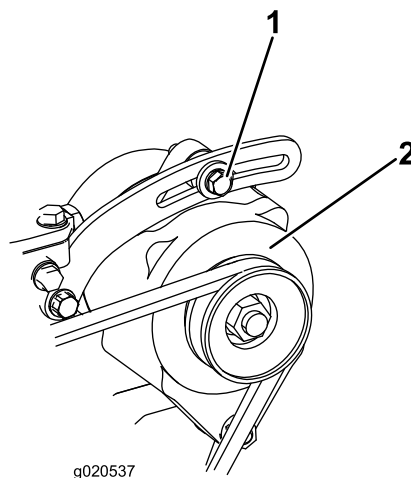

Figura 78
2. Allentate i bulloni di montaggio dell'alternatore (Figura 78).